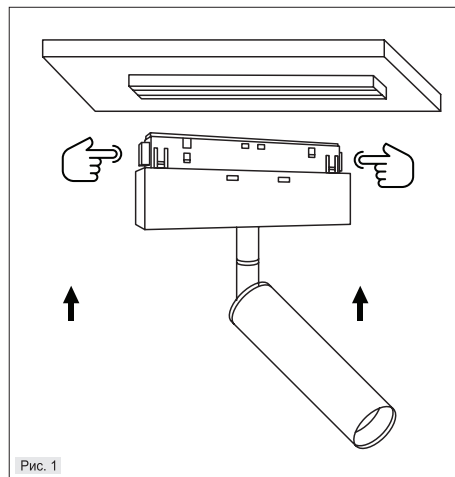

Рис. 1
- Установите светильник в шинный провод при помощи адаптера, удостоверьтесь что светильник надежно установлен. (Рис. 1)